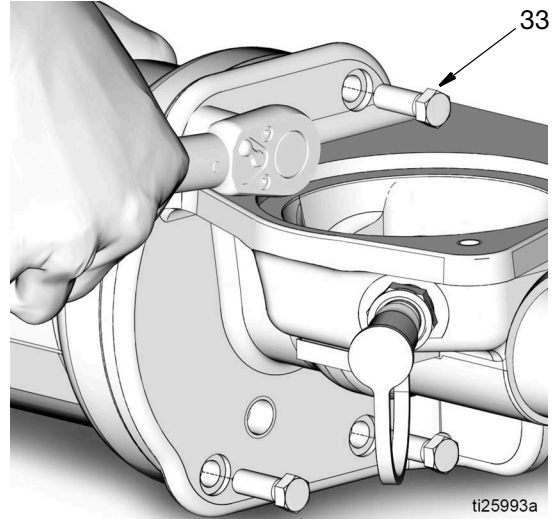

FIG. 52
- c. Visser 4 boulons neufs (33). Serrer les boulons à la main de manière uniforme, tour à tour et progressivement, suivant une séquence en diagonale. Puis serrer en diagonale à un couple de 13,5-17,6 N•m (10-13 pi. lbs.). Voir FIG. 52.